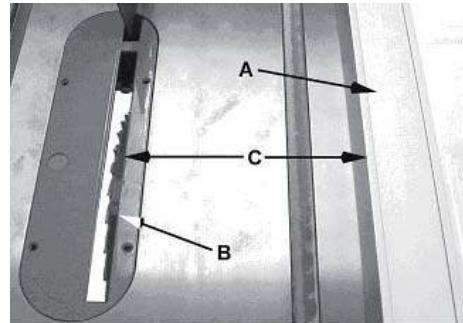

Рис. 29
- Паралельний упор (А, Рис. 29) повинен бути встановлений за ширину розпилу (С, Рис. 29), використовуючи шкалу передньої планки або вимірювши відстань між пилляльним диском (В) та упором (А).